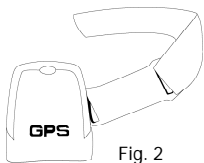

Fig. 2
- Si no tuviera puesta la tira para el brazo, pase la hebilla plástica con la tira elástica por la ranura del Medidor de S+D, tal como se muestra.(Fig.2)